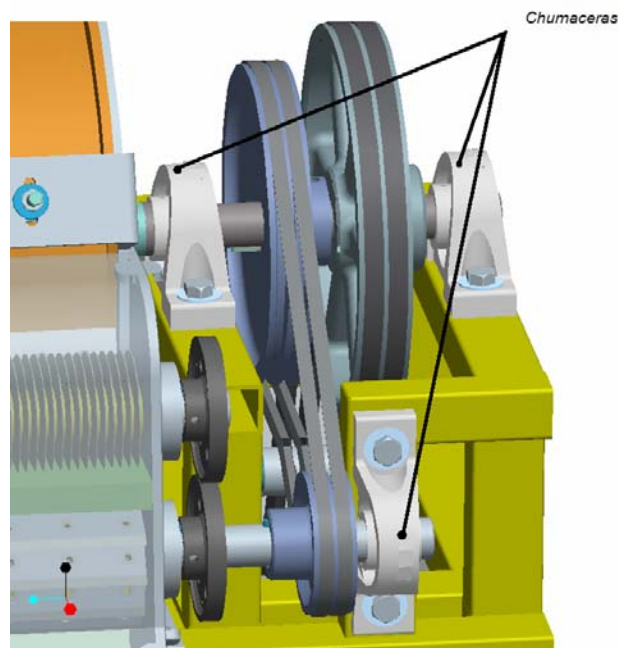

Figura B.5 Disposición de las chumaceras.
1.- Engrase las chumaceras manualmente con una pistola de inyección cada 40 hrs de servicio y revisar que los tornillos que las sujetan estén bien apretados (ver figura B.5), de lo contrario apretar. Al reemplazar una chumacera se deberá comprar la tuerca de seguridad de los tornillos y nunca se deberá poner una tuerca de seguridad usada.